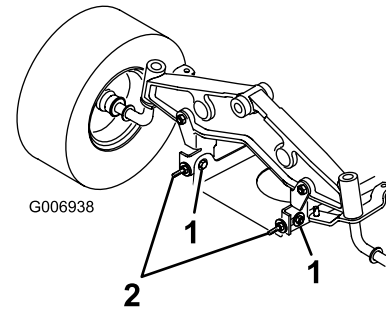

Figure 50
10. Desserrez légèrement les boulons de fixation de la plaque de pivot avant (Figure 50).
11. Tournez les contre-écrous des boulons à œil pour modifier le réglage (Figure 50).
12. Après avoir réglé uniformément les contre-écrous des deux boulons à œil, contrôlez de nouveau l'inclinaison avant/arrière. Poursuivez le réglage des boulons à œil jusqu'à ce que la pointe avant de lame soit de 0 à 9 mm plus bas que la pointe arrière (Figure 50).
13. Quand l'inclinaison avant/arrière est correcte, resserrez les boulons de fixation de la plaque de pivot (Figure 50).